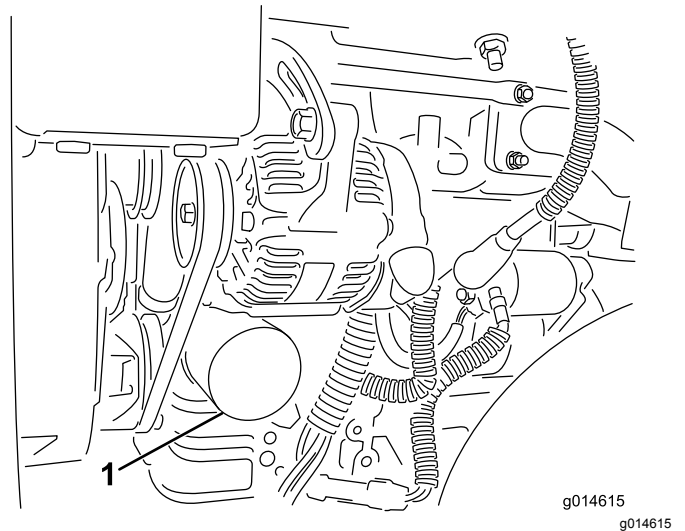

图43
2. 拆下机油滤芯 图43。在新的滤芯垫片上涂上薄薄一层干净油。